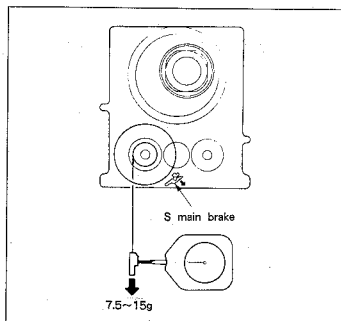

Fig. 7-62.
1. REV brake torque (See Fig. 7-62.)